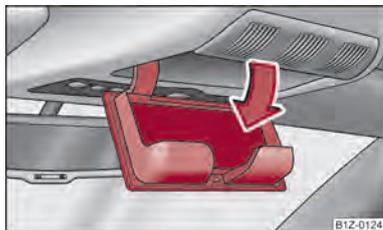

Fig. 81 Detalhe do tecto: Compartimento para óculos
- Carregue na tampa do compartimento, o compartimento abre-se para baixo ⇒ Fig. 81.